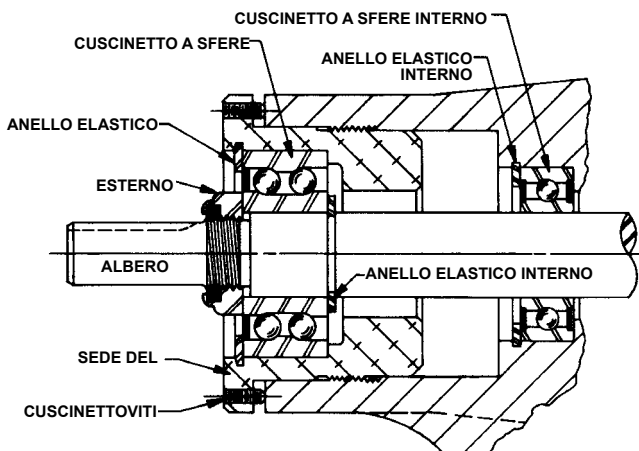

FIGURA 9
6. Rimuovere il controdado dall'albero. Vedere Figura 9 o 10. Inserire una barra di ottone o un pezzo di legno duro nell'apertura della bocca e tra i denti del rotore per evitare la rotazione dell'albero.
7. Allentare le due viti d'arresto della sede del cuscinetto e girare in senso antiorario l'alloggiamento del reggispira e rimuoverlo dalla camicia. Vedere Figura 9 o 10.
8. Per pompe di grandezza GG, HJ e HL rimuovere l'anello elastico dall'albero. Figura 9.
12. Rimuovere l'anello elastico interno e il cuscinetto a sfera singola dalla camicia. **Vedere figura 9.** Le pompe di grandezza AS, AK e AL non hanno l'anello elastico.
15. Smontare l'assemblaggio del reggispinta. Rimuovere l'anello elastico esterno dalla sede del cuscinetto per le pompe di dimensione GG, HJ e HL ed estrarre il cuscinetto a sfere. **Vedere figura 9.**
16. Ingrassare il cuscinetto a doppia sfera con un grasso polivalente, NLGI #2 e premere nell'alloggiamento con il lato della protezione rivolto verso la parte terminale dell'accoppiamento dell'albero. **Vedere figura 9.** (Le pompe di grandezza AS, AK e AL non usano un cuscinetto schermato). Per pompe di grandezza GG, HJ e HL installare l'anello elastico per tenere in sede il cuscinetto.